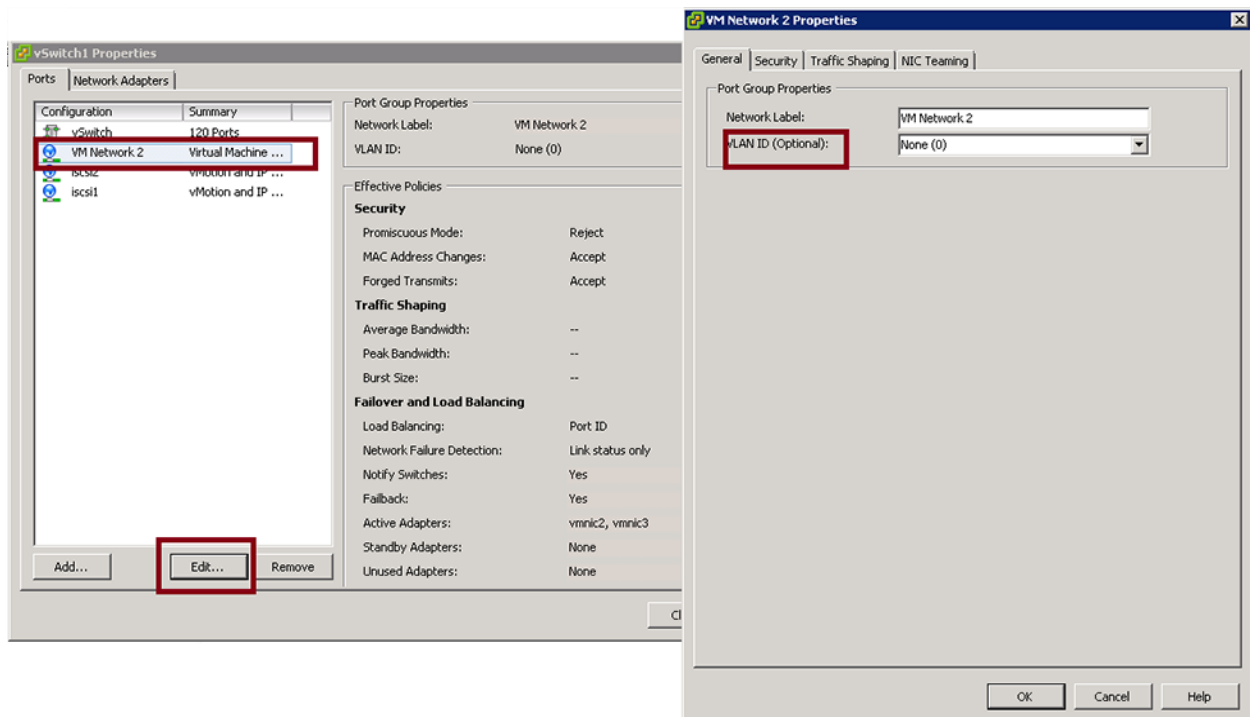
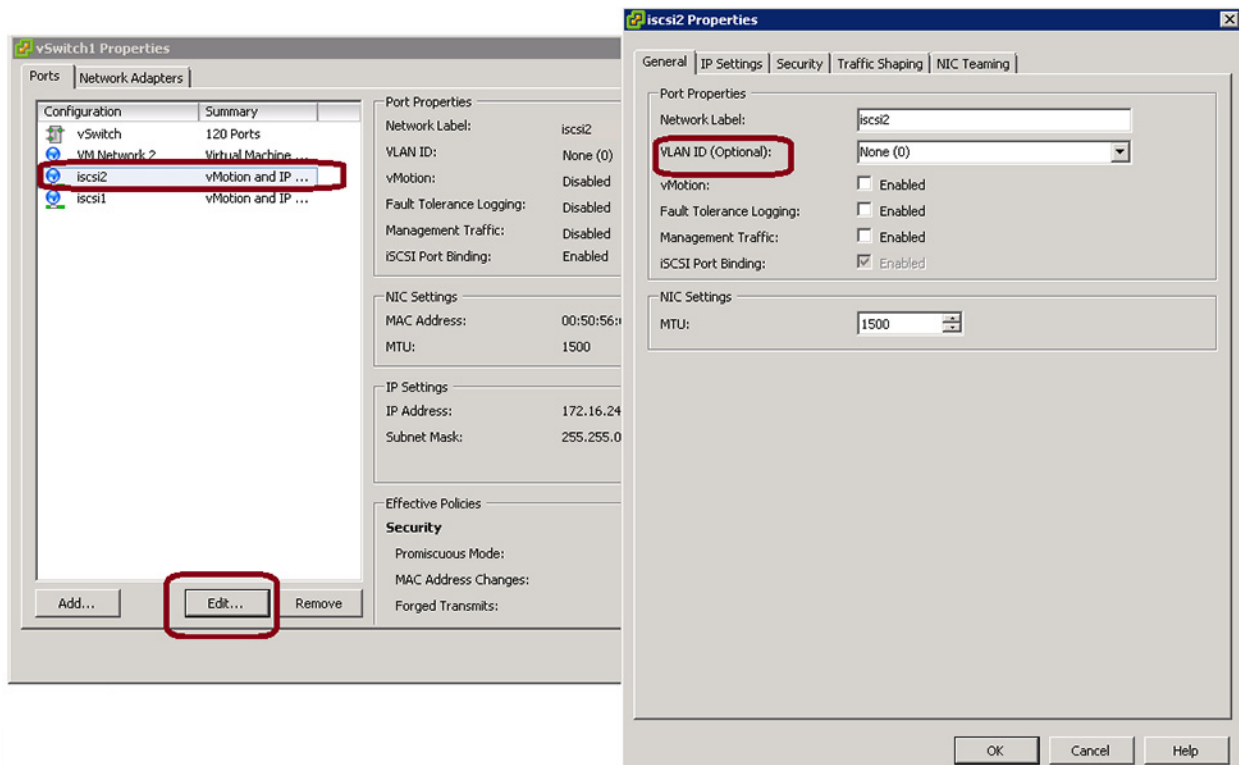

Ilustración 8-1. Propiedades de red de VM: Ejemplo 1
Ilustración 8-2. Propiedades de red de VM: Ejemplo 2
5. (Opcional) En las propiedades de red de VM, página General, asigne un número de VLAN en el cuadro **VLAN ID** (Id. de VLAN). La Ilustración 8-1 y la Ilustración 8-2 muestran ejemplos.